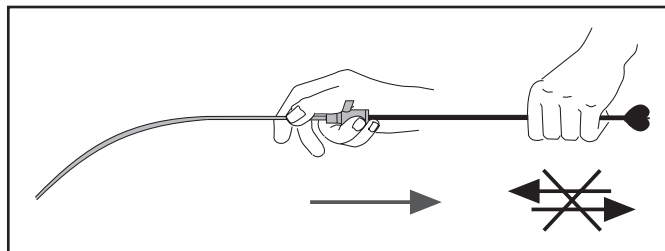

Figure 2. Déploiement
1. Déployer l'endoprothèse carotidienne WALLSTENT progressivement millimètres par millimètres (voir la Figure 2) en faisant glisser le raccord en T délicatement vers le repère noir de délimitation (11 sur la Figure 1), sans le dépasser, jusqu'à ce que l'endoprothèse carotidienne WALLSTENT soit déployée à environ 50 %.